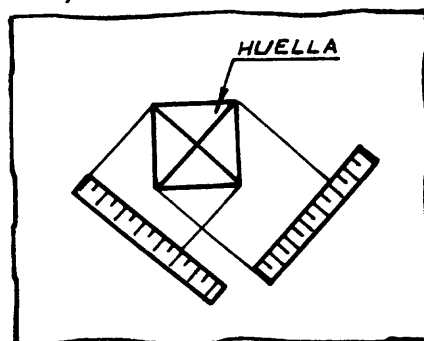

Fig. 10
6º paso - *Retire la carga y mida la impresión en dos (2) posiciones,utilizando microscopio o lupa graduada (fig. 10).*